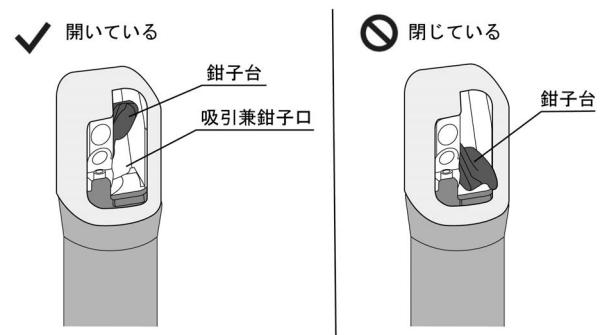

図 10
- (1)図 10 に示すように、内視鏡先端部の吸引兼鉗子口が開いていることを確認する。